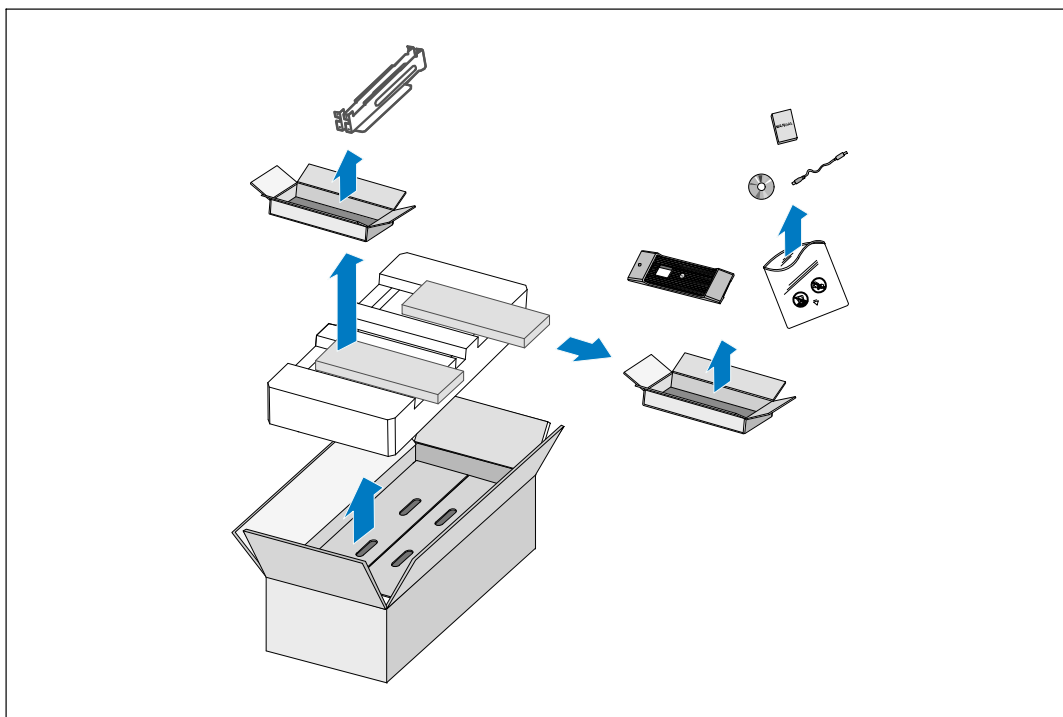

図 2. キャビネットの開梱
- 1 段ボール箱を開き、キャビネットと同梱の付属品を取り外します（図2を参照）。